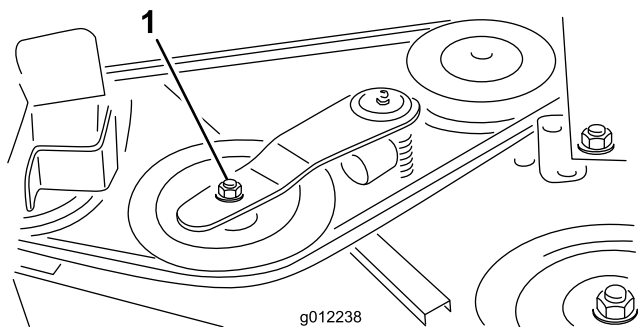
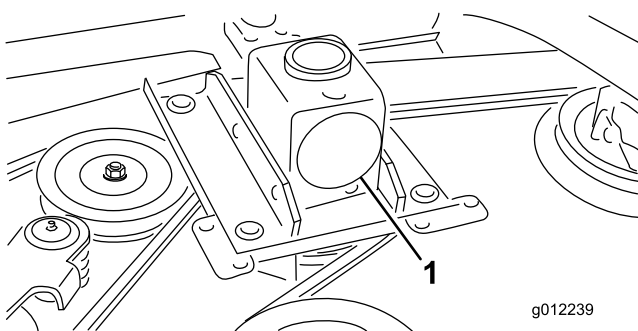

図 33
図 34
2. トルクレンチなどの工具を使ってアイドルプーリー (図 33) をベルトから引き離してベルトの張りをなくし、ベルトをギアボックスのプーリー (図 34) から外す。